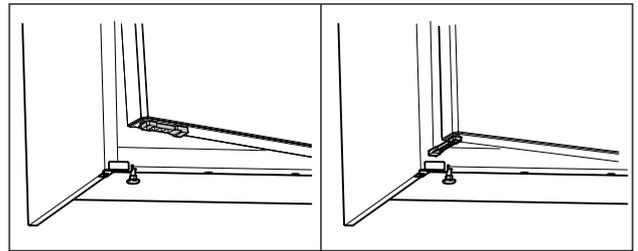

Fig. 62 *
- ▶ Ruotare il limitatore di apertura della porta di 90°. (vedere Fig. 62) *